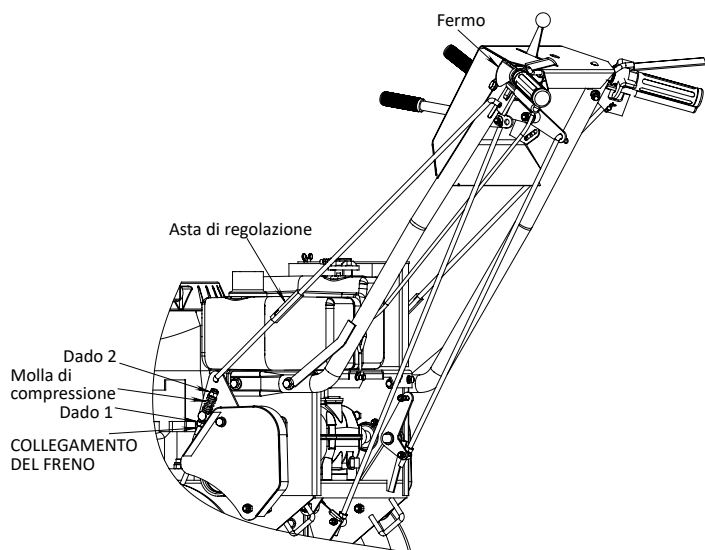

FIG 11.
- Allentare il dado sulla puleggia di tensione della cinghia di trasmissione. Rimuovere la puleggia di tensione e la cinghia che bisogna sostituire. Installare la nuova cinghia, poi installare la puleggia di trasmissione in ordine inverso. Regolare la cinghia secondo il metodo di regolazione della cinghia, poi stringere il dado. (Vedere FIG 11)
- Regolazione della forza frenante: Sollevare l'asta del cambio a sinistra/destra e bloccarla con la fibbia. Ruotare il dado 1 e il dado 2 della leva del freno, in modo da comprimere la molla per ottenere abbastanza forza frenante. Quindi ruotare nuovamente il dado 1, assicurandosi che venga mantenuto uno spazio di 1 mm tra il dado 1 e il connettore dell'estremità dell'asta. (Vedere FIG 11)